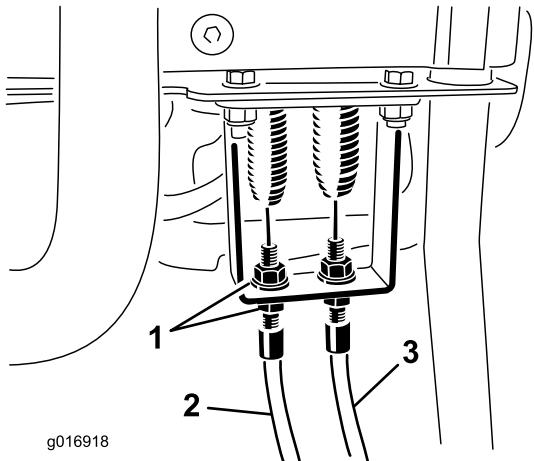

Рисунок 45
- Проверьте наличие слабины в тросе управления тягой у пружины растяжения (Рисунок 45).
- Во время регулировки троса у переходника панели управления отрегулируйте зажимные гайки троса так, чтобы устраниć всю слабину троса, не растягивая пружину (Рисунок 45).
3. На переходнике рукоятки управления ослабляйте трос управления барабаном, пока на нем не появится слабина (Рисунок 45).